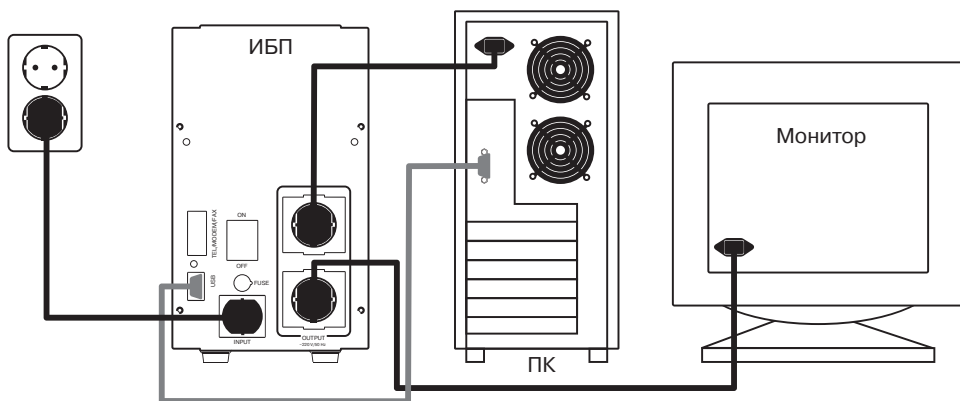

Рис. 3. Схема подключения ИБП
- Сетевой шнур компьютерного оборудования подключите к одной из выходных розеток ИБП (8), а к другой выходной розетке ИБП (10) подключите шнур питания монитора (см. схему подключения на рис. 3). Затем сетевой кабель из комплекта поставки подключите к входному разъему ИБП (9), а вилку этого кабеля вставьте в сетевую розетку.
- Произведите подключение интерфейсного кабеля USB к разъему (11) и к свободному USB-порту ПК (подключение не является обязательным).